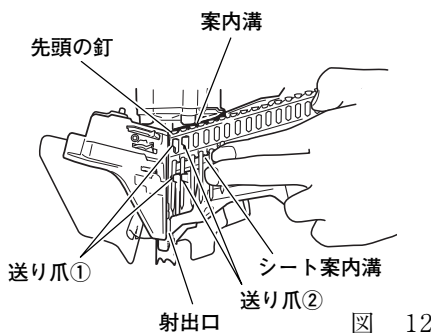

図 12
先頭の釘を射出口の中に入れ、2本目の釘を送り爪①と送り爪②の間に入れます。(図12)
(3) 釘ガイドを閉じる